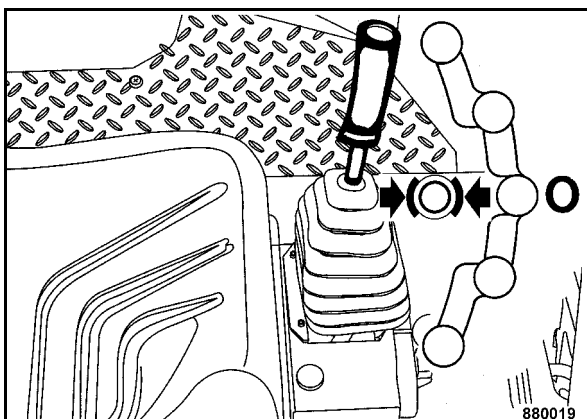

Fig. 35
- Porre la leva di marcia (Fig. 35) nella posizione "0". Il freno di stazionamento è tirato.